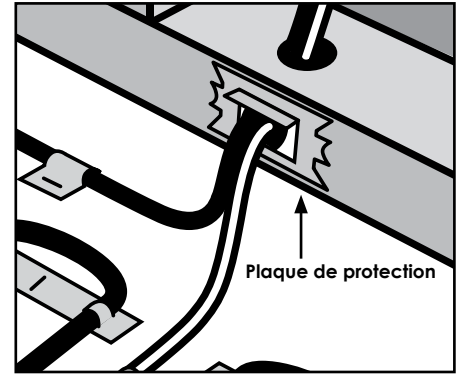

Figure 1
- Installer la plaque de protection de la façon indiquée à la figure 1.